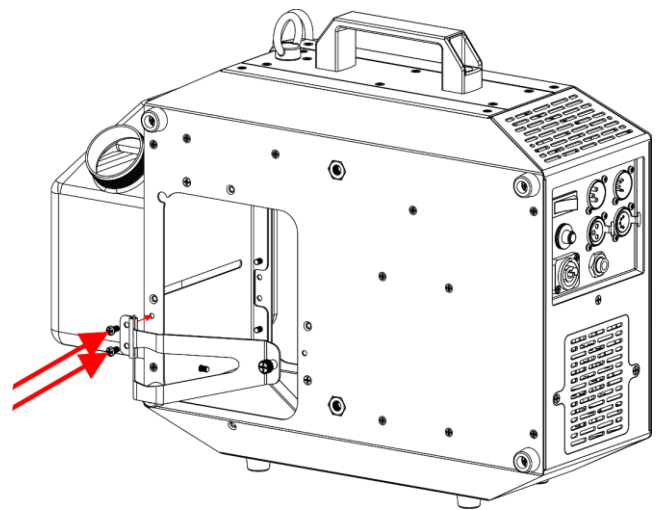

Fig. 15
- 10) Atornille los 2 tornillos del soporte en la parte posterior e instale el **soporte del depósito de líquido (03)**, como se muestra en la Fig. 15.